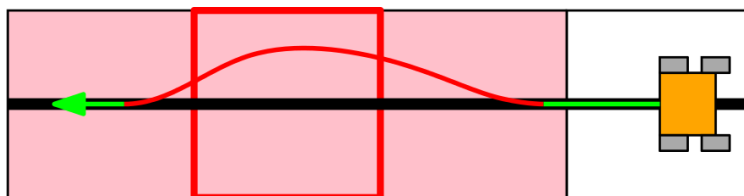

Рис. 10. Отсутствие прогресса
- С.1.2. На рис. 10 приведена ситуация, в которой робот не успел вернуться на линию в опорной клетке – это очевидное отсутствие прогресса.